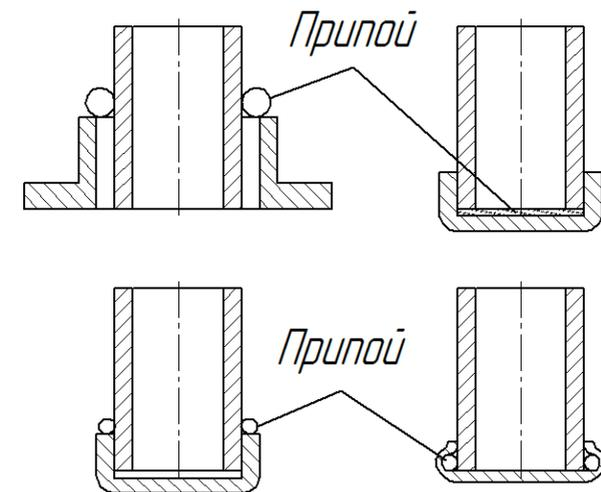

Рис. 26. Паяное соединение
2. Соединения пайкой. Пайкой называют процесс соединения металлических или металлизированных деталей с помощью дополнительного связующего материала – припоя, температура плавления которого ниже температуры плавления материала соединяемых деталей (рис. 26).